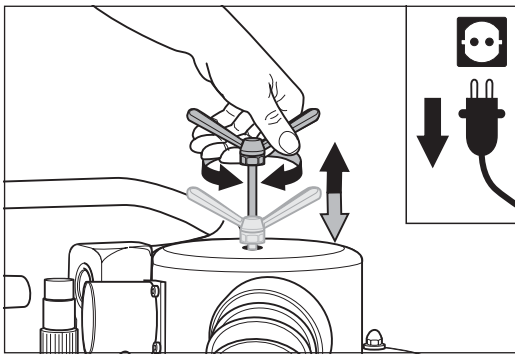

Fig. 24 Tirez et repoussez la tige vibrante sur l'écrou à oreilles en effectuant des mouvements de rotation.
- 2 Tirez lentement vers le haut la tige vibrante montée dans l'unité du filtre dans la partie supérieure du séparateur de poussière en la tenant par l'écrou à oreilles qui doit être tourné simultanément (fig. 24).